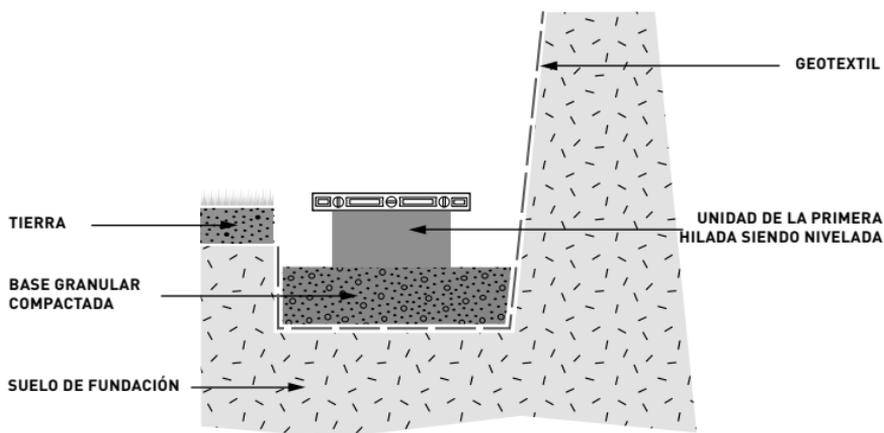

Figura 34. Posicionamiento y nivelación de la primera hilada.
*Nivelación de la primera hilada:* Tienda una cuerda de nivelación para marcar la ubicación de la primera hilada. A continuación, coloque la primera hilada sobre la base previamente preparada, asegurándose que las unidades estén niveladas de adelante hacia atrás y de izquierda a derecha (Figura 34). Utilice la cuerda tendida para mantener las unidades de muro alineadas y un nivel de carpintero para nivelar cada unidad. Pueden utilizarse pequeñas cantidades de arena gruesa para "ajustar" el nivel de cada unidad.